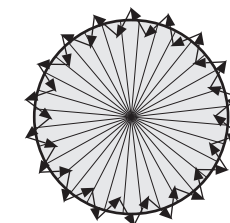

FIG. 18
- 4.4.1.4 Gå fra utsiden og tvers over registreringsmønsteret inntil den røde LED-en eller den grønne LED-en slår seg på i ca. 2 sek, for deretter å slukne igjen. Den neste utløsningen skal være 2 sek. intervall (se FIG. 18).
- 4.4.2.5 Gå fra utsiden og tvers over registreringsmønsteret inntil forbrukeren slår seg på i ca. 2 sek, for deretter å slukne igjen. Den neste utløsningen skal være 2 sek. intervall (se FIG. 18).